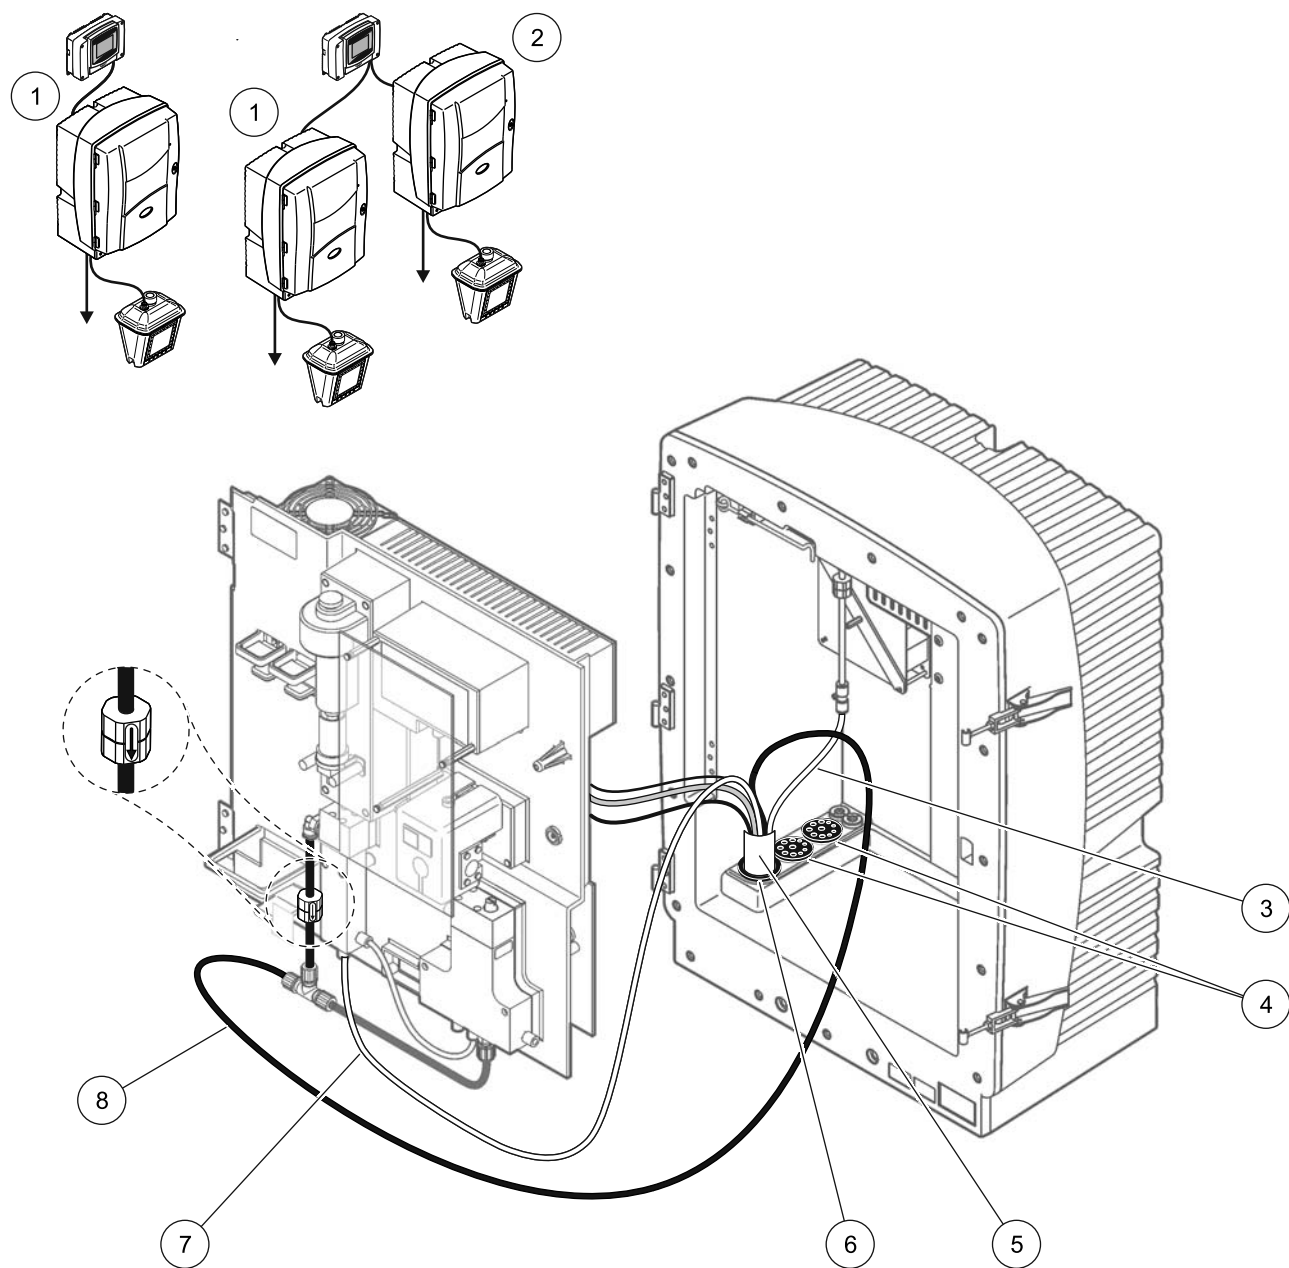

Рисунок 27 Монтаж версии 1
Для версии 1 смотрите Рисунок 27 и следующие инструкции:
2. Подсоедините шланг фильтра-пробоотборника sc (линии проб, электрокабели и дренажная трубка) через отверстие в анализаторе (Рисунок 27, позиция 5). Для фиксации используйте уплотняющую заглушку #2.